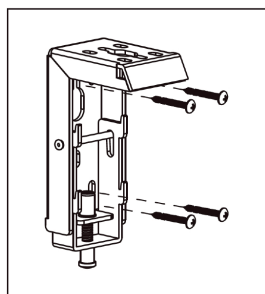

Bild 2
1. **Montering på bärande konstruktioner av trä:** Skruva de medföljande 5 x 40 mm skruvarna genom vinklarnas hål precis som det visas på bild 2 och 3.